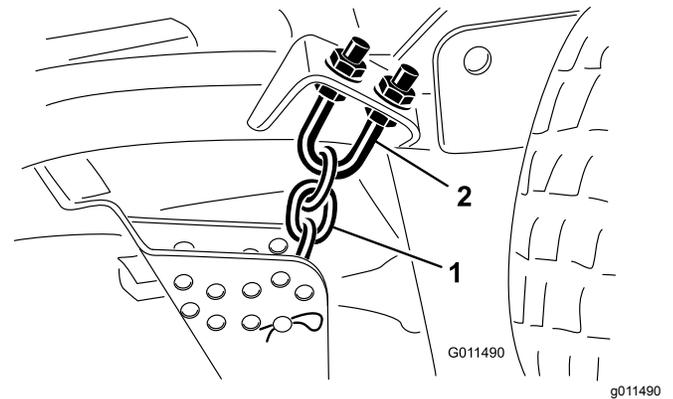

Figura 103
1. Afloje las contratuercas de la parte superior o inferior del perno en U de la cadena de altura de corte (Figura 103).